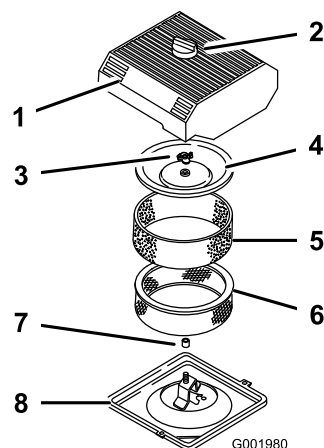

Figura 39
3. Para evitar qualquer dano, limpe à volta do filtro de ar para impedir a entrada de impurezas para o interior do motor (Figura 39).
4. Desaperte o botão existente na parte superior do filtro de ar e retire a cobertura (Figura 39).
5. Retire cuidadosamente o filtro de esponja, passando pelo filtro de papel (Figura 39).
6. Retire a porca da cobertura e retire a cobertura e o filtro de papel (Figura 39).
1. Coloque cuidadosamente o filtro de esponja, passando pelo filtro de papel (Figura 39).
3. Coloque a porca da cobertura e aperte contra a cobertura (Figura 39).
4. Coloque a cobertura do filtro de ar e o botão (Figura 39).